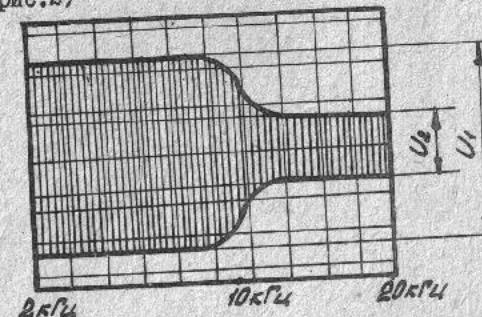

Рис.2. Осциллограмма определения частотных характеристик усилителя в области верхних частот.
генератора соответственно чувствительности усилителя и подайте сигнал с генератора на вход усилителя, с выхода усилителя подайте сигнал на вход осциллографа (синхронизация осциллографа должна быть от сети), на экране осциллографа должна появиться полоса пропускания усилителя на верхних частотах (рис.2)
Из рис.2 видно, что полоса пропускания данного усилителя - до 10 кГц, величина затухания (K_3) определяется по формуле (I):